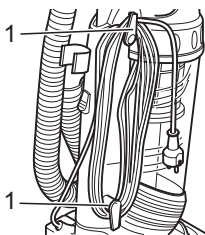

Abb. 12
2. Wickeln Sie das Netzkabel von der Kabelhalterung (Abb. 12/1), bis die gewünschte Länge erreicht ist.